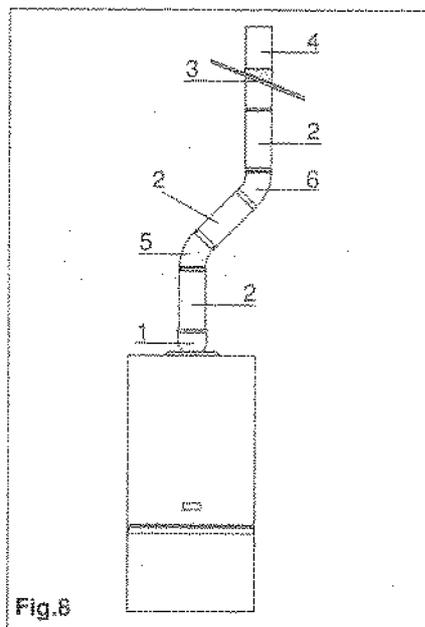

Fig.8
b) conduit avec coudes à 45° (fig.8)